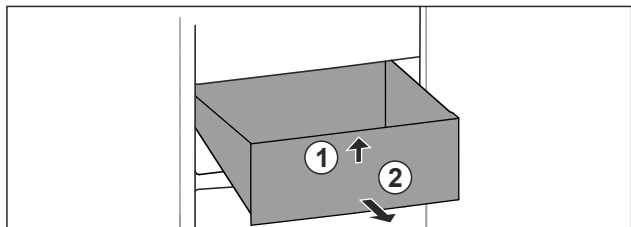

Fig. 97
- Lade aan de voorkant optillen. Fig. 97 (1)
- Lade naar voren toe verwijderen. Fig. 97 (2)